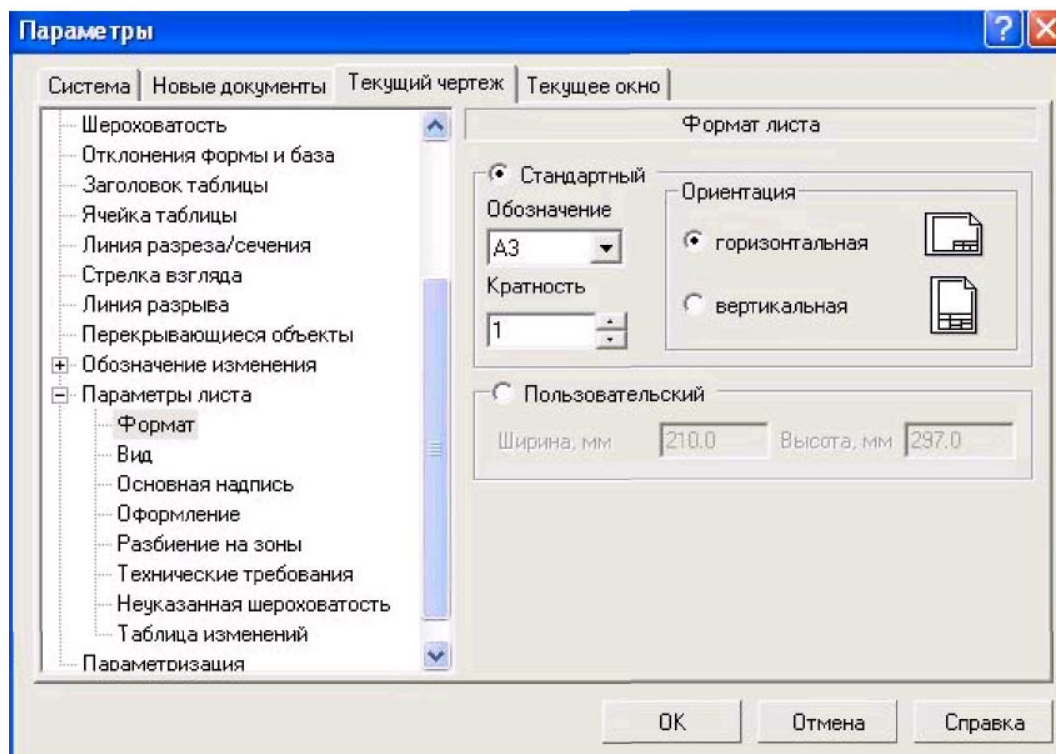

Рис. 1.13. - Диалоговое окно Параметры
2) в появившемся диалоговом окне «**Параметры**» выбрать строку **Параметры листа**, а затем строку **Формат** (рис. 1.13);